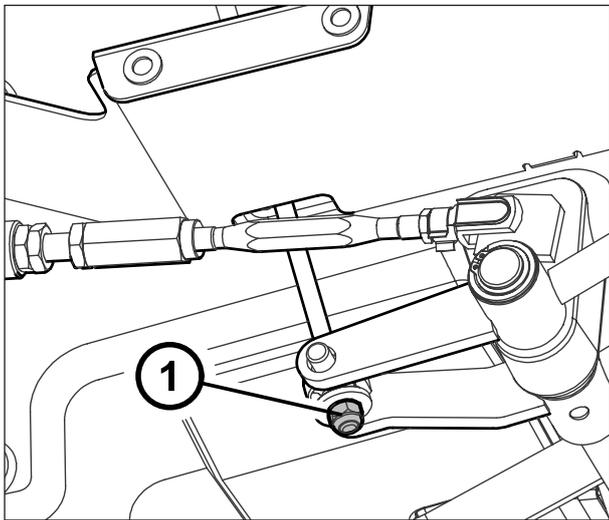

Fig. 103
Freno de mano (Fig. 103)
Después de haber regulado los pedales de los frenos si es necesario regular la carrera en vacío de la palanca del freno de mano mediante la tuerca de regulación (1) Fig.103 montada en los tirantes del freno de mano presente en el tren trasero bajo el tractor, para que el mismo se active en la segunda posición de su carrera.
Bloquear la contratuerca (2) Fig. 103 después de haber regulado la regulación (1) Fig. 103 del freno de mano.